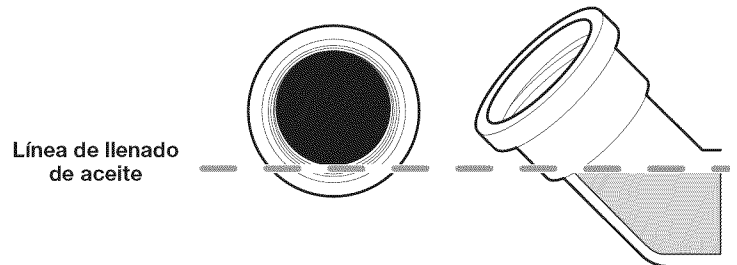

Fig. 12
5. Observe el interior del orificio de llenado de aceite; use una linterna si es necesario. **El nivel de aceite sólo debe tocar la rosca inferior del orificio de llenado de aceite** (Fig. 12). Si el nivel de aceite es demasiado bajo, agregue aceite al orificio de llenado de aceite hasta que el nivel de aceite toque la rosca inferior del orificio de llenado de aceite.